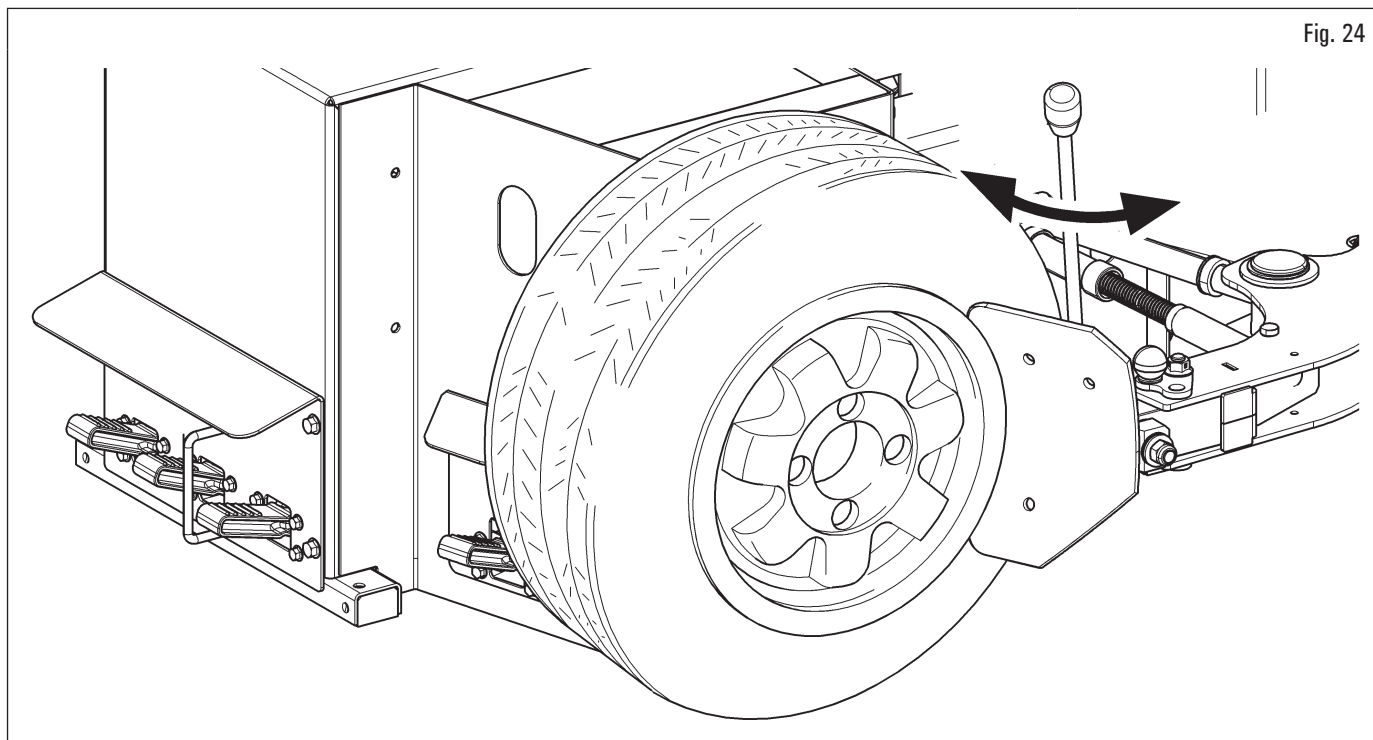

Fig. 24
1. positionner la roue comme indiqué sur la Fig. 24 et approcher la palette décolle-pneus au bord de la jante ;